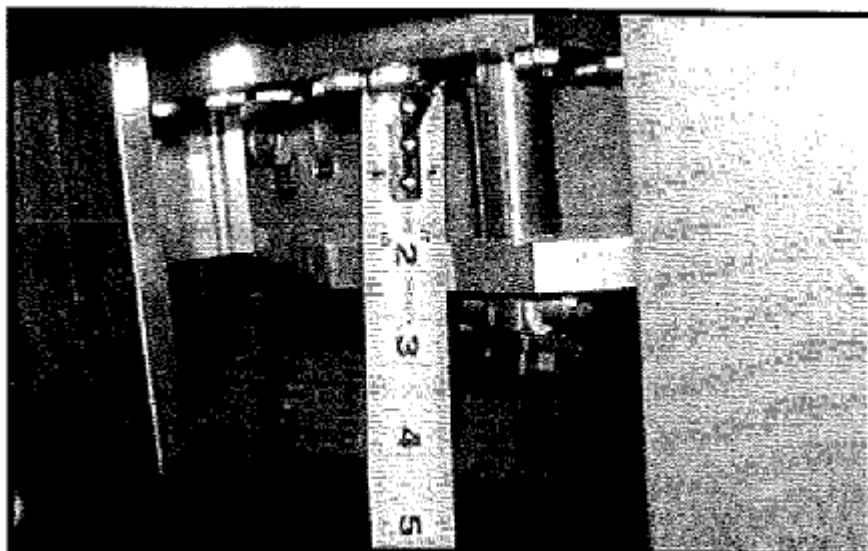
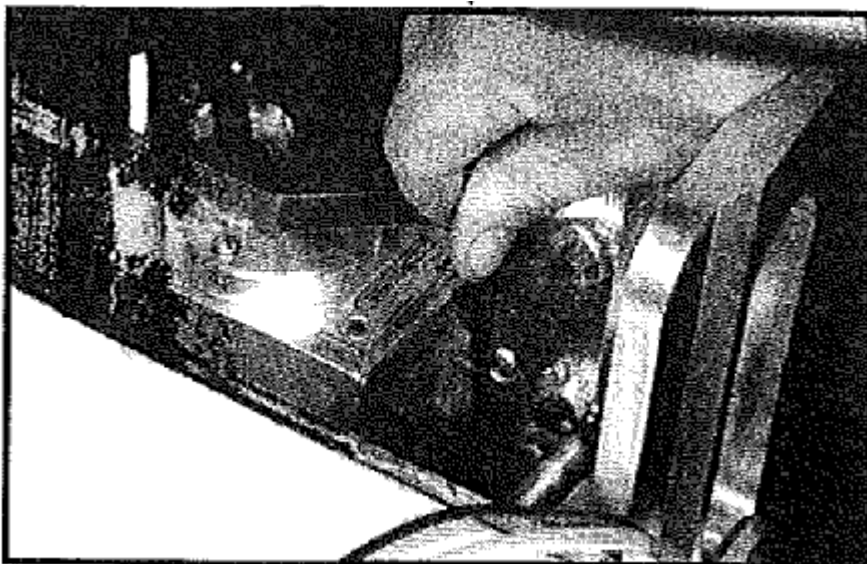

Рис. 25
Рис. 26
3. Запустите гидроподъемник и дождитесь когда стержень выдвинется на 3" (Рис. 25), затем снимите 1/8" пробку заливной горловины. (Рис. 26)